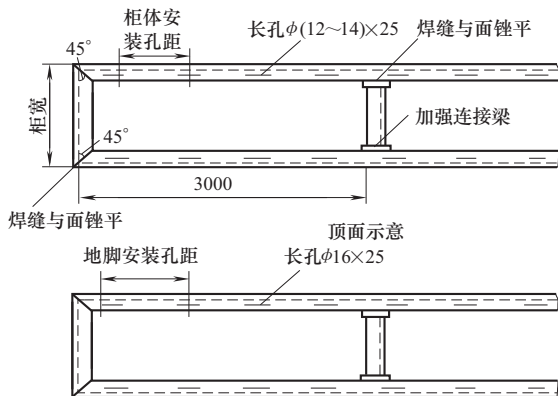

图 3-15 基础型钢制作示意
(1) 槽钢下料。型钢可选用 10 号槽钢（高 100mm）与 20 号槽钢（高 200mm 或 300mm），一般选用 10 号槽钢。基础槽钢做成矩形，下料尺寸为宽度=柜体的厚度，长度= n 个柜体的宽度总和+柜体间的间隙（1~2mm）。
(2) 槽钢焊接。焊接前，将槽钢的端部锯成 45° 角，在平台上或较平的厚钢板上对接，对接时槽钢的腿朝里，腰朝外，较平的腿面为上面，另一腿面为下面。一般先采用定位焊，测量其角度与水平度，其误差控制为平直度 0.5mm/m ，水平度 1mm/m ，全长误差不大于 0.2% 。符合要求后即可进行焊接，当总长超过 3m 时应在两柜体的衔接处放置一根加强梁，如图 3-15 所示。
(3) 槽钢开孔。开孔前，首先要测量在土建主体施工时预埋的地脚螺栓的纵、横间距和直径，并在槽钢的下腿面上画好地脚的开孔位置；其次是测量柜体地脚螺栓的安装尺寸，并在槽钢的上腿面上画好开孔的位置。槽钢两腿的开孔位置应从同一端开始画线定位；上腿面的开孔位置应按照柜体测量进行，并考虑柜体间的 1~2mm 的余量和柜体的编号顺序的影响因素。